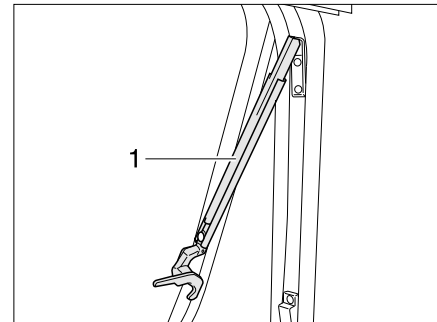

Bild 37 Ausstellfenster mit Automatik-Ausstellern, geöffnet
- Ausstellfenster bis zur gewünschten Raststellung öffnen. Der Automatik-Aussteller (Bild 37,1) rastet selbstständig ein.